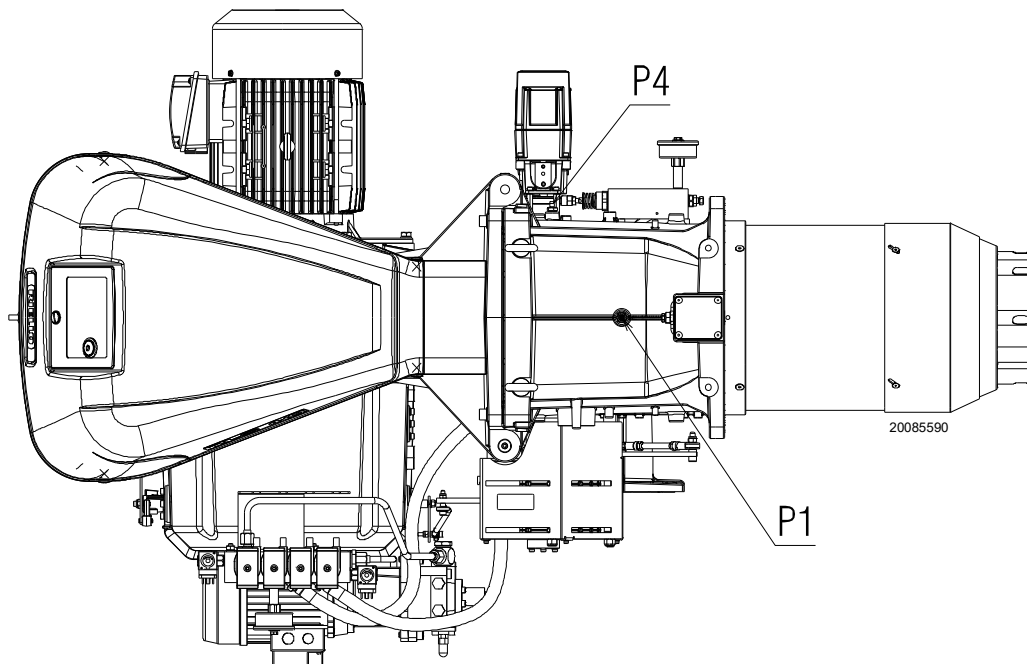

Abb. 24
Gasdruck, am Anschluss P1)(Abb. 24) gemessen mit:
- vom Gasdruck am Anschluss P1)(Abb. 24) den Druck in der Brennkammer abziehen.
Gasdruck am Anschluss P1)(Abb. 24) = 29,4 mbar
Um stattdessen den am Anschluss P1)(Abb. 24) notwendigen Gasdruck zu ermitteln, nachdem die Höchstleistung festgelegt wurde, bei der Brenner arbeiten soll:
- Rechts, in Spalte 1, den Druck am Anschluss P1)(Abb. 24) ablesen.
Am Anschluss P1)(Abb. 24) erforderlicher Druck.